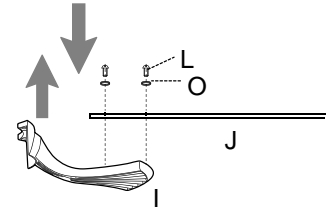

Fig. 2
2. Coloque el brazo para la paleta (I) debajo de la paleta (J) y asegure el brazo para la paleta (I) con tornillos (L) y arandelas (O). No apriete los tornillos (L) hasta que se haya colocado cada tornillo (L). Luego, apriete cada tornillo (L) empezando con el de en medio. Repita para las paletas (J) restantes. [Fig. 2]